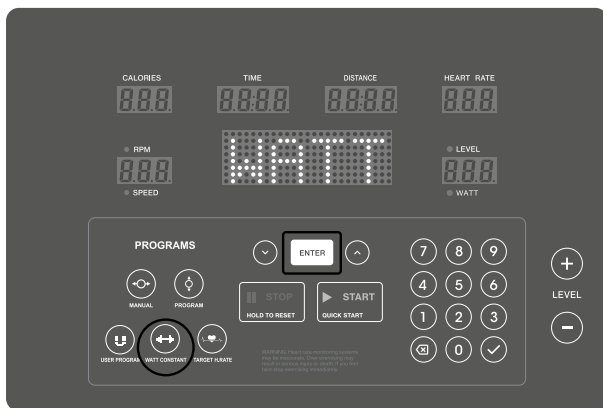

Abb. 14
1. Wählen Sie WATT CONSTANT (Abbildung 14).